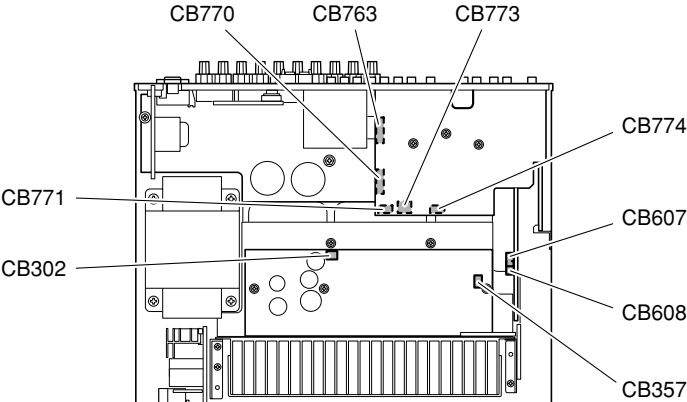

Fig. 2
- Remove the Support/DSP. (Fig. 2)
- Remove CB302, CB357, CB607, CB608, CB763, CB770, CB771, CB773 and CB774. (Fig. 2)
- サポート/DSPを取り外します。(Fig. 2)
- CB302、CB357、CB607、CB608、CB763、CB770、CB771、CB773、CB774を外します。(Fig. 2)
- d. Remove CB302, CB357, CB607, CB608, CB763, CB770, CB771, CB773 and CB774. (Fig. 2)